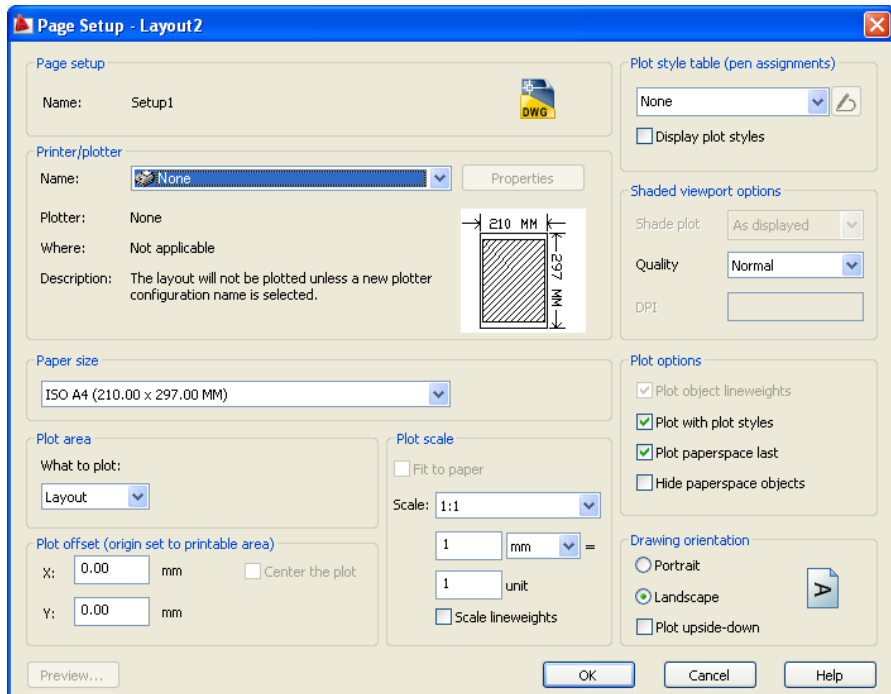
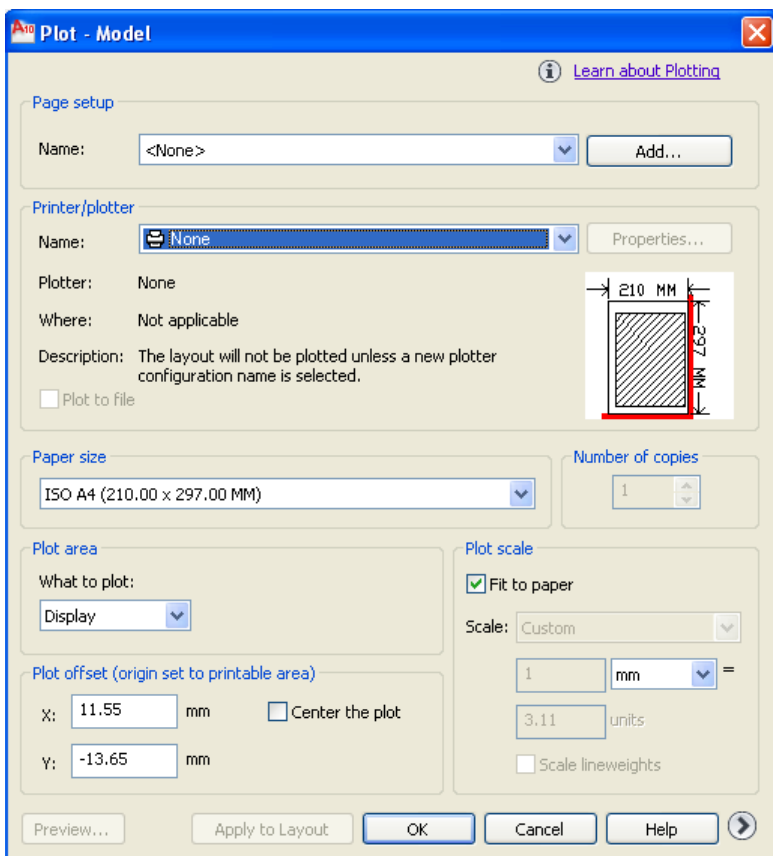

Рис. 9.23
Рис. 9.26
Кнопка New (Новый) дозволяє створити новий набір параметрів. У вікні New Page Setup (Новые параметры страницы), що з'являється після клацання на цій кнопці, потрібно ввести ім'я створюваного набору параметрів. Крім того, зі списку, розташованого нижче, необхідно вибрати ім'я наявного набору параметрів, настройки якого найбільше підходять для створюваного. Після клацання кнопкою OK відкривається діалогове вікно Page Setup (Параметры страницы) (рис. 9.23).
В області Plot area (Область печати) указують область друку (див. рис. 9.23). Оскільки здебільшого при друкуванні аркуша компоновання виводиться весь його вміст, тому за умовчанням у списку What to plot, що розкривається, стоїть значення Layout (Лист). Однак
У результаті з'явиться діалогове вікно (рис. 9.26) дуже схоже на те, що наведено на рис. 9.23. Відзначимо, що на рис. 9.23 діалогове вікно викликане під час роботи користувача в просторі аркуша.
Повернемося до рис. 9.26, у діалоговому вікні якого задаються настройки параметрів для друку. Тут можна вибрати пристрій для друку, задати розміри аркуша паперу і його орієнтацію, масштаб, у якому повинно бути роздруковане креслення, і т. д.
- EXTENTS (Границы) – до друку будуть виведені всі об'єкти креслення. При цьому границі креслення визначаються обрисами об'єктів. Наприклад, якщо на великому форматі накреслено невеликий об'єкт, то до друку буде виведений саме він, а весь порожній простір креслення буде відкинута. Причому цей об'єкт буде роздрукований на весь розмір аркуша паперу, заданий користувачем (на рис. 9.26 задано формат A4). При додаванні нових об'єктів границі друку креслення будуть розширюватися, а масштаб друку зменшуватися;
Щоб задати параметри аркуша, необхідно в правому нижньому куті вікна PLOT (Печать) клацнути мишкою на кнопці зі стрілкою. У результаті область розшириться – з'явиться область з додатковими настройками, подібна до тієї, яка наведена на рис. 9.23.